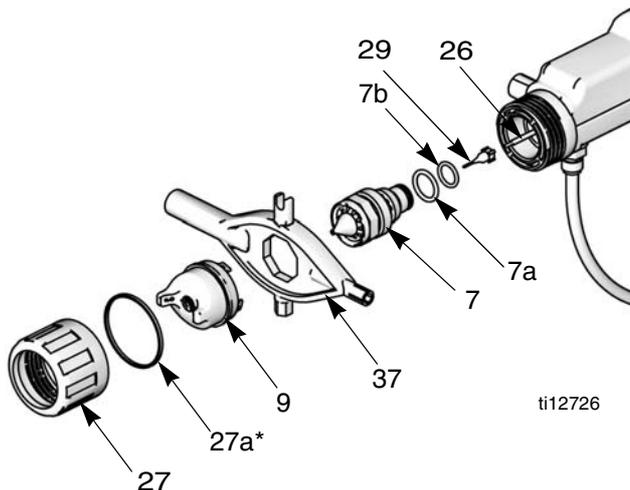

Fig. 13. Substitua o bico/capa de ar
3. Remova o anel de retenção (27) e a cápsula de ar (9). Consulte FIG. 13.
4. Direcione a pistola para cima e aperte o gatilho ao remover o conjunto do bico de fluido(7) com a multi-ferramenta (37).
3. Desparafuse a agulha de fluido (29). Segure a extremidade da vara de revestimento (26) para evitar que vire, FIG. 13.